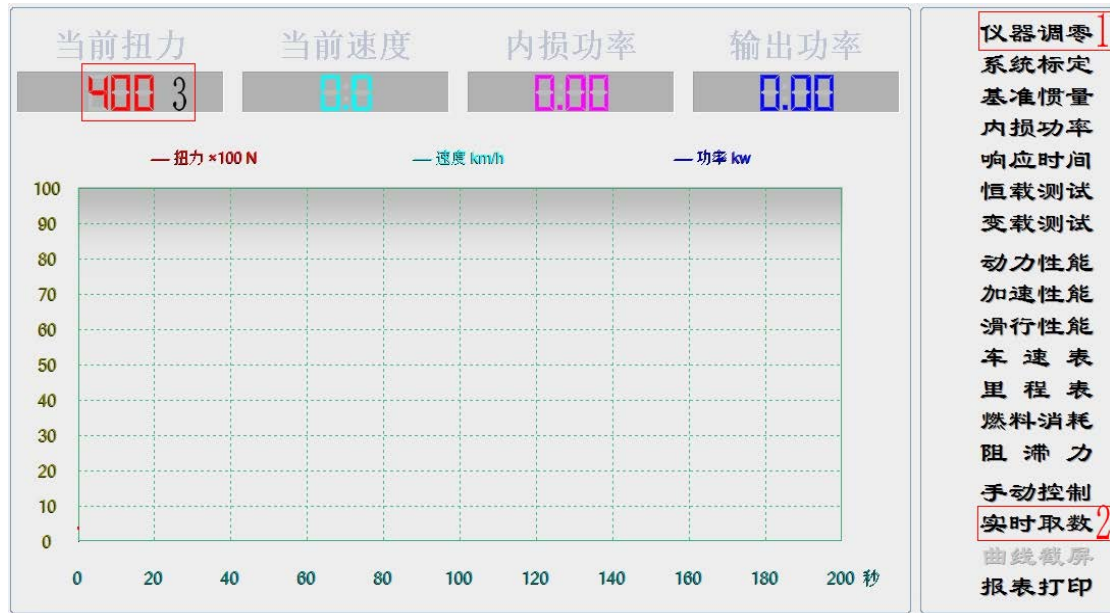
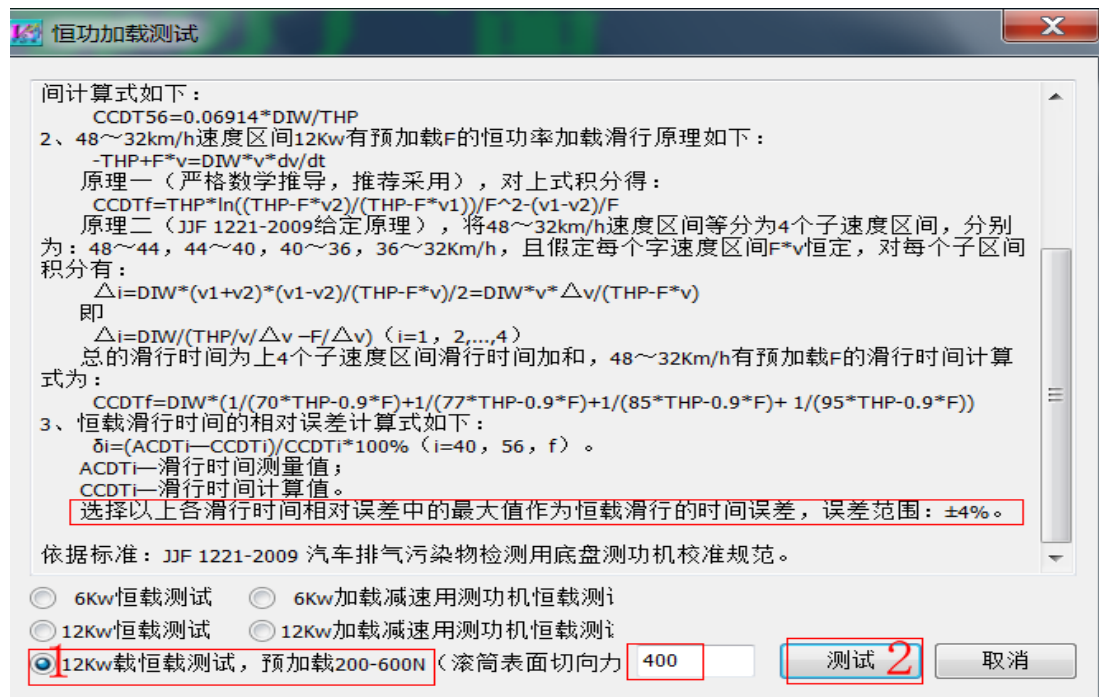

图 4.33
图 4.34
(2)、如图 4.33 所示：在进行 12kw 预加载恒功加载测试前，先点击操作界面右上方的“仪器调零”，“仪器调零”完成再点击操作界面右下方的“实时取数”，然后往扭力传感器上压重物，此时操作界面左上方的“当前扭力”框内显示数值“400”（数值要求在 200~600N 范围内）。然后勾选 12kw 预加载恒功加载测试项目，在滚筒表面切向力框内填入“当前扭力”数值“400”，再点击“测试”进入 12kw 预加载恒功加载测试流程（见图 4.34）。